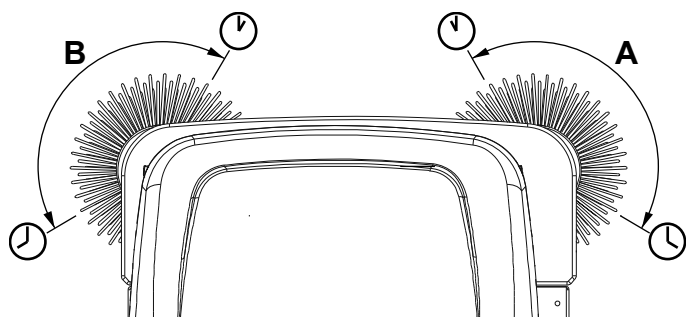

Figure 4
3. Tourner la clé de contact (57) et démarrer la machine.
4. Baisser le balai latéral au moyen du levier (52) et le laisser tourner pour 1 minute.
5. Lorsque les balais latéraux (9) (15, optionnel) sont baissés, leur extension et orientation doit se présenter comme indiqué dans la figure (A et B, Fig. 4).